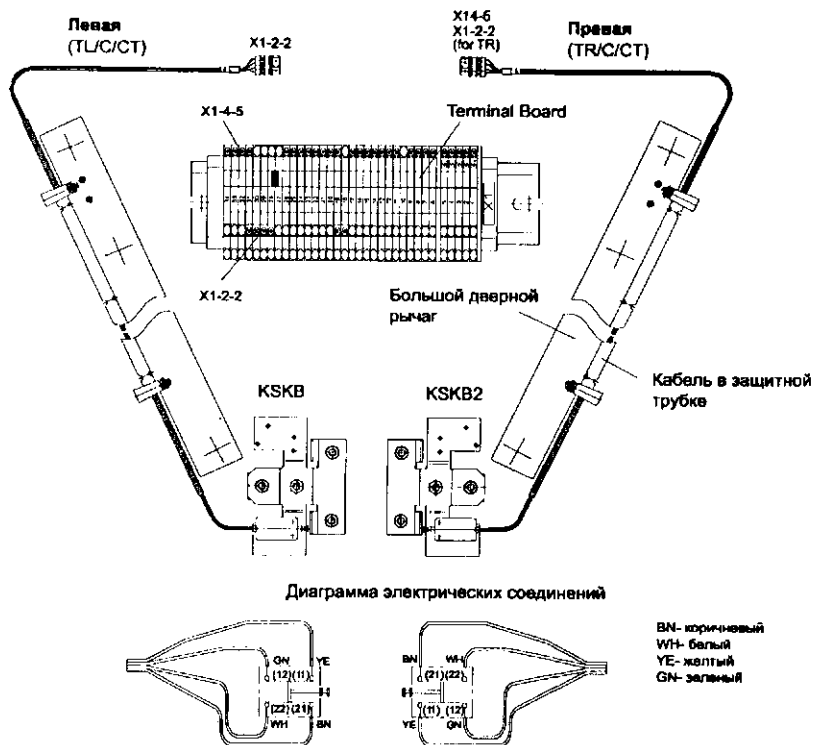

Рис. 11 Прокладка кабеля в дверях.
- Проложить кабели в кабельные каналы на больших рычагах дверей, подключить разъемы к плате управления. См. Рис. 11.